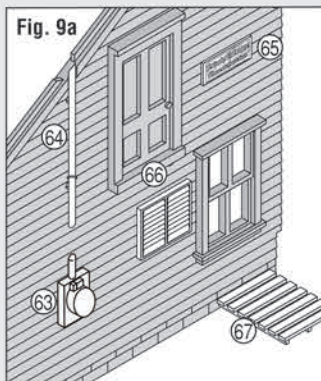

Fig. 9a
- Attach Electric Meter (63), Electric Conduit (64), Back Placard (65), Vent (66) and Skid (67) to Back Wall (3) (Fig. 9a).